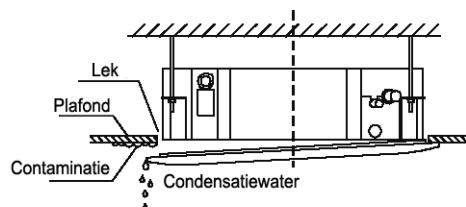

**Figuur 11**
- a. Plaats de oscillatiemotor van het paneel op één lijn met de afdichtingen van de leidingen van het hoofdelement. (Zie figuur 11)
- d. tel het paneel lichtjes bij in de richting van de pijl van figuur 11 (4) om het middelpunt te doen samenvallen met de plafondopening. Zorg ervoor dat de haken van de vier hoeken stevig zijn verankerd.